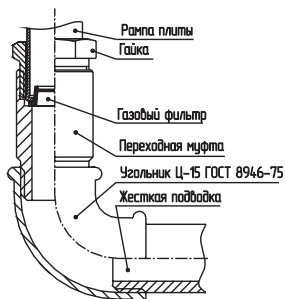

рис. 3
■ Жесткое подсоединение к газовому стояку (рис. 3) производится с помощью переходной муфты и угольника (в комплект поставки не входят).